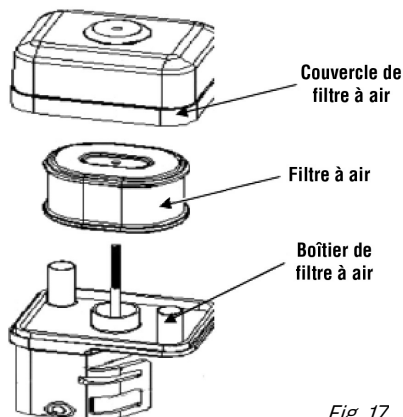

Fig. 17
1. Déposez le filtre à air du couvercle extérieur conformément (fig. 17). Ne laissez pas la saleté et les débris tomber dans l'ensemble du filtre à air.